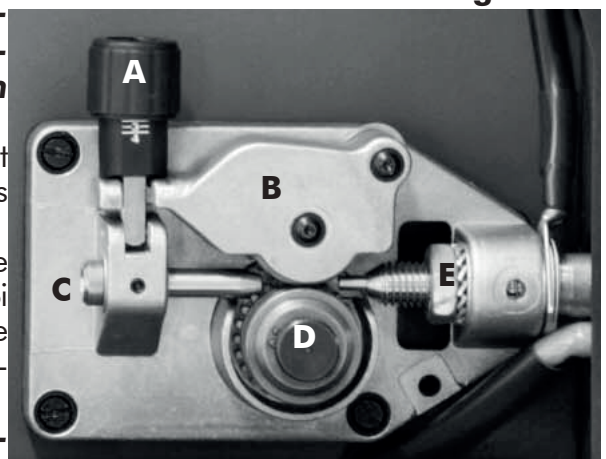

Figure 3
- Desserrer et abaisser le bouton en plastique (A) et relâcher le levier presse-fil (B)(Fig.3). Extraire les résidus de fil éventuels de la gaine guide-fil.
- Relâcher le fil de la bobine et le tenir serré avec une paire de pinces de façon à ce qu'il ne puisse pas se dérouler. Si nécessaire, le redresser avant de l'introduire dans le guide d'entrée (C) du fil. Y introduire le fil en le faisant passer au-dessus du galet inférieur (D) et dans la gaine guide-fil.